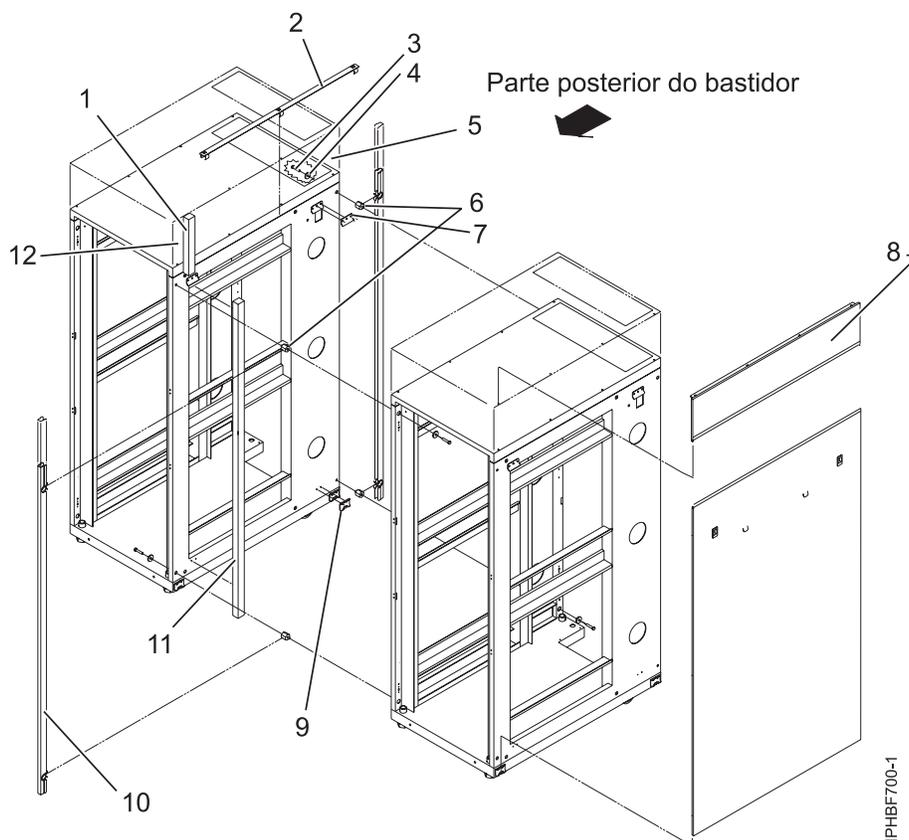

Figura 18. Remover os painéis laterais, suportes em Z e em J e instalar apoios e a barra maior de espuma para ligar vários bastidores
4. Instale os primeiros dois apoios no canto superior esquerdo e canto inferior direito do primeiro bastidor do modo indicado na Figura 18.
5. Instale os segundos dois apoios no canto superior esquerdo e canto inferior direito do segundo bastidor do modo indicado na Figura 18.
- Adicione a barra maior de espuma do modo indicado na Figura 18 na página 21. No bastidor modelo T42, junte a barra mais pequena de espuma à extremidade da barra maior de espuma e faça-a aderir ao longo do comprimento da estrutura do bastidor.